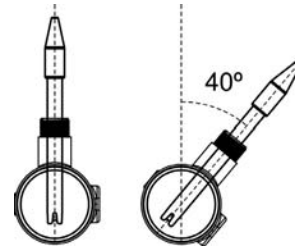

Abb. 3
4. Installieren Sie die pH-/ORP-Sonden vorzugsweise in senkrechter Position oder mit einer maximalen Neigung von 40° (siehe Abb. 3).